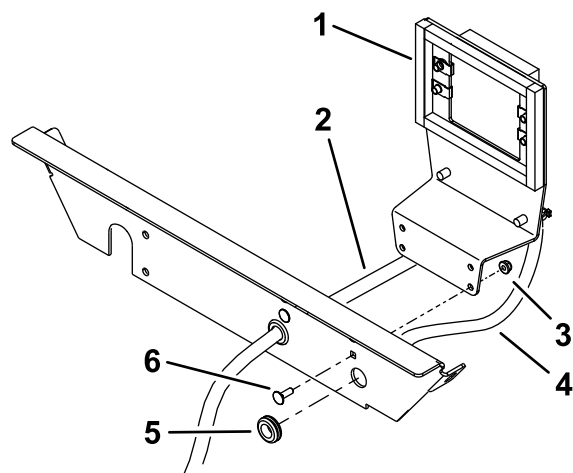

Figura 5
2. Pase las mangueras por los anillos de goma (Figura 5).
1. Instale los anillos de goma en el soporte del radiador (Figura 5).